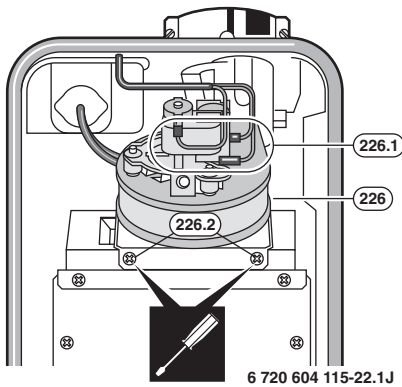

Bild 18
- ▶ Ventilator (226) in Gerät einsetzen, mit den Schrauben (226.1) befestigen und elektrische Leitungen (226.1) aufstecken (Bild 18).
- ▶ Verstellbare Drosselblende (256) auf Position 13 einstellen: